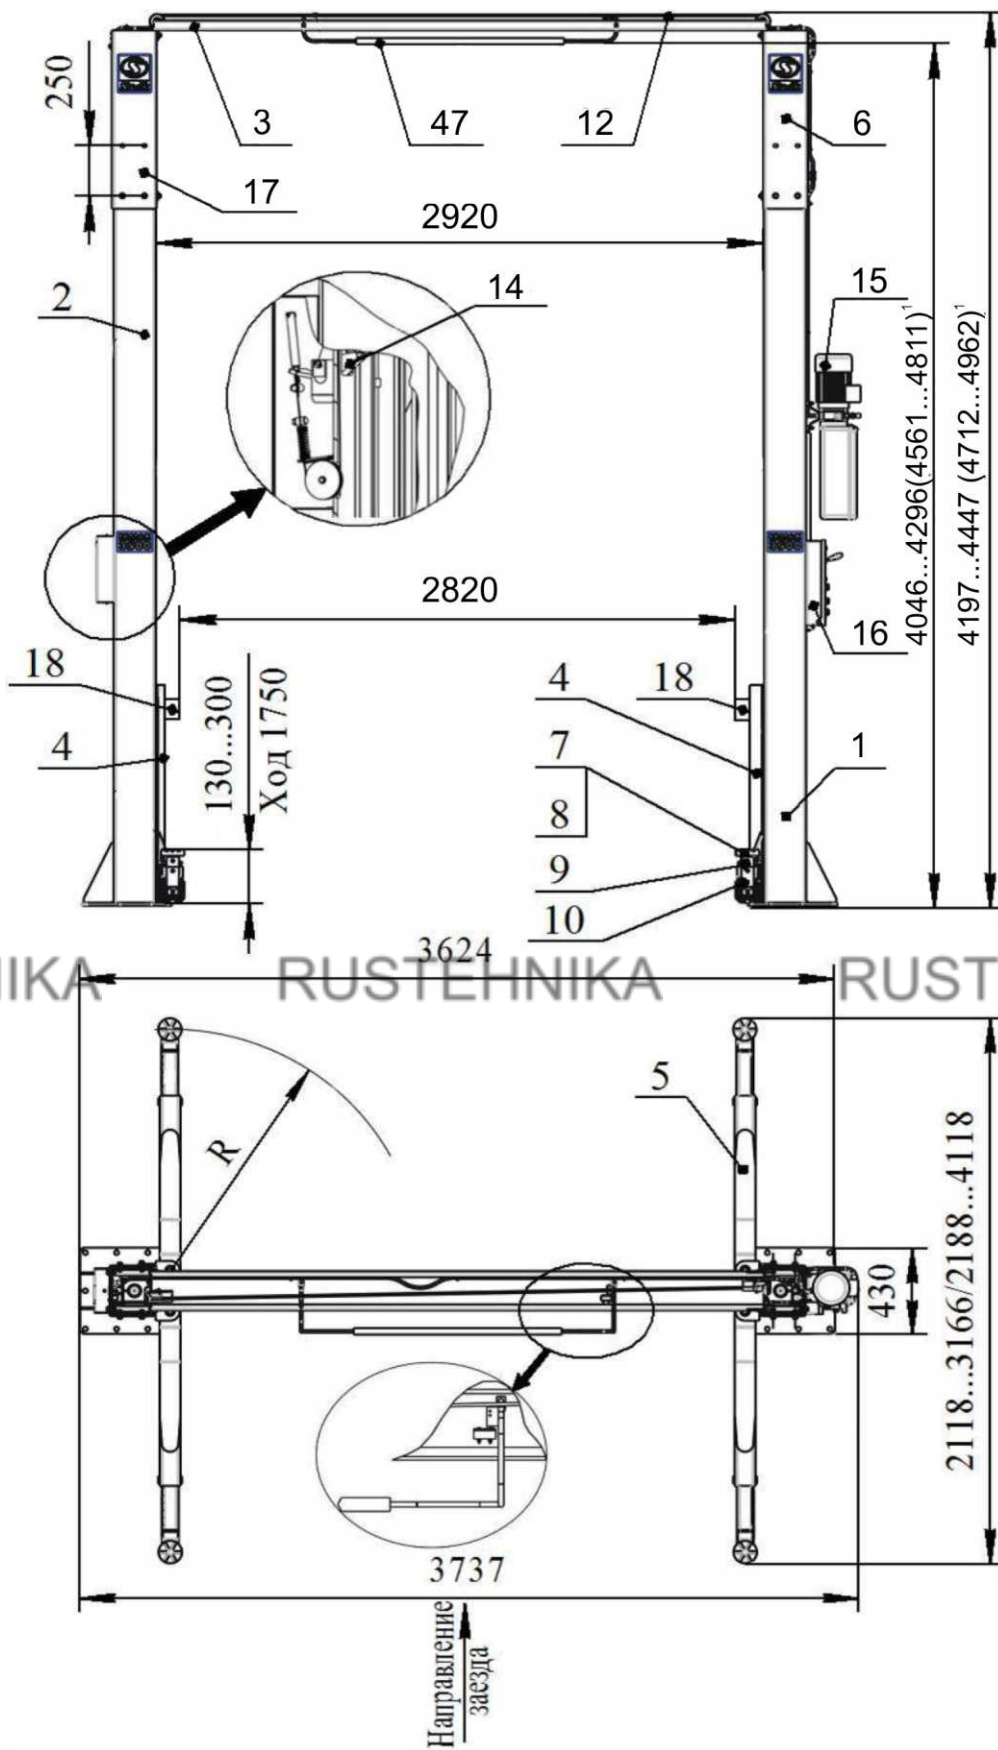
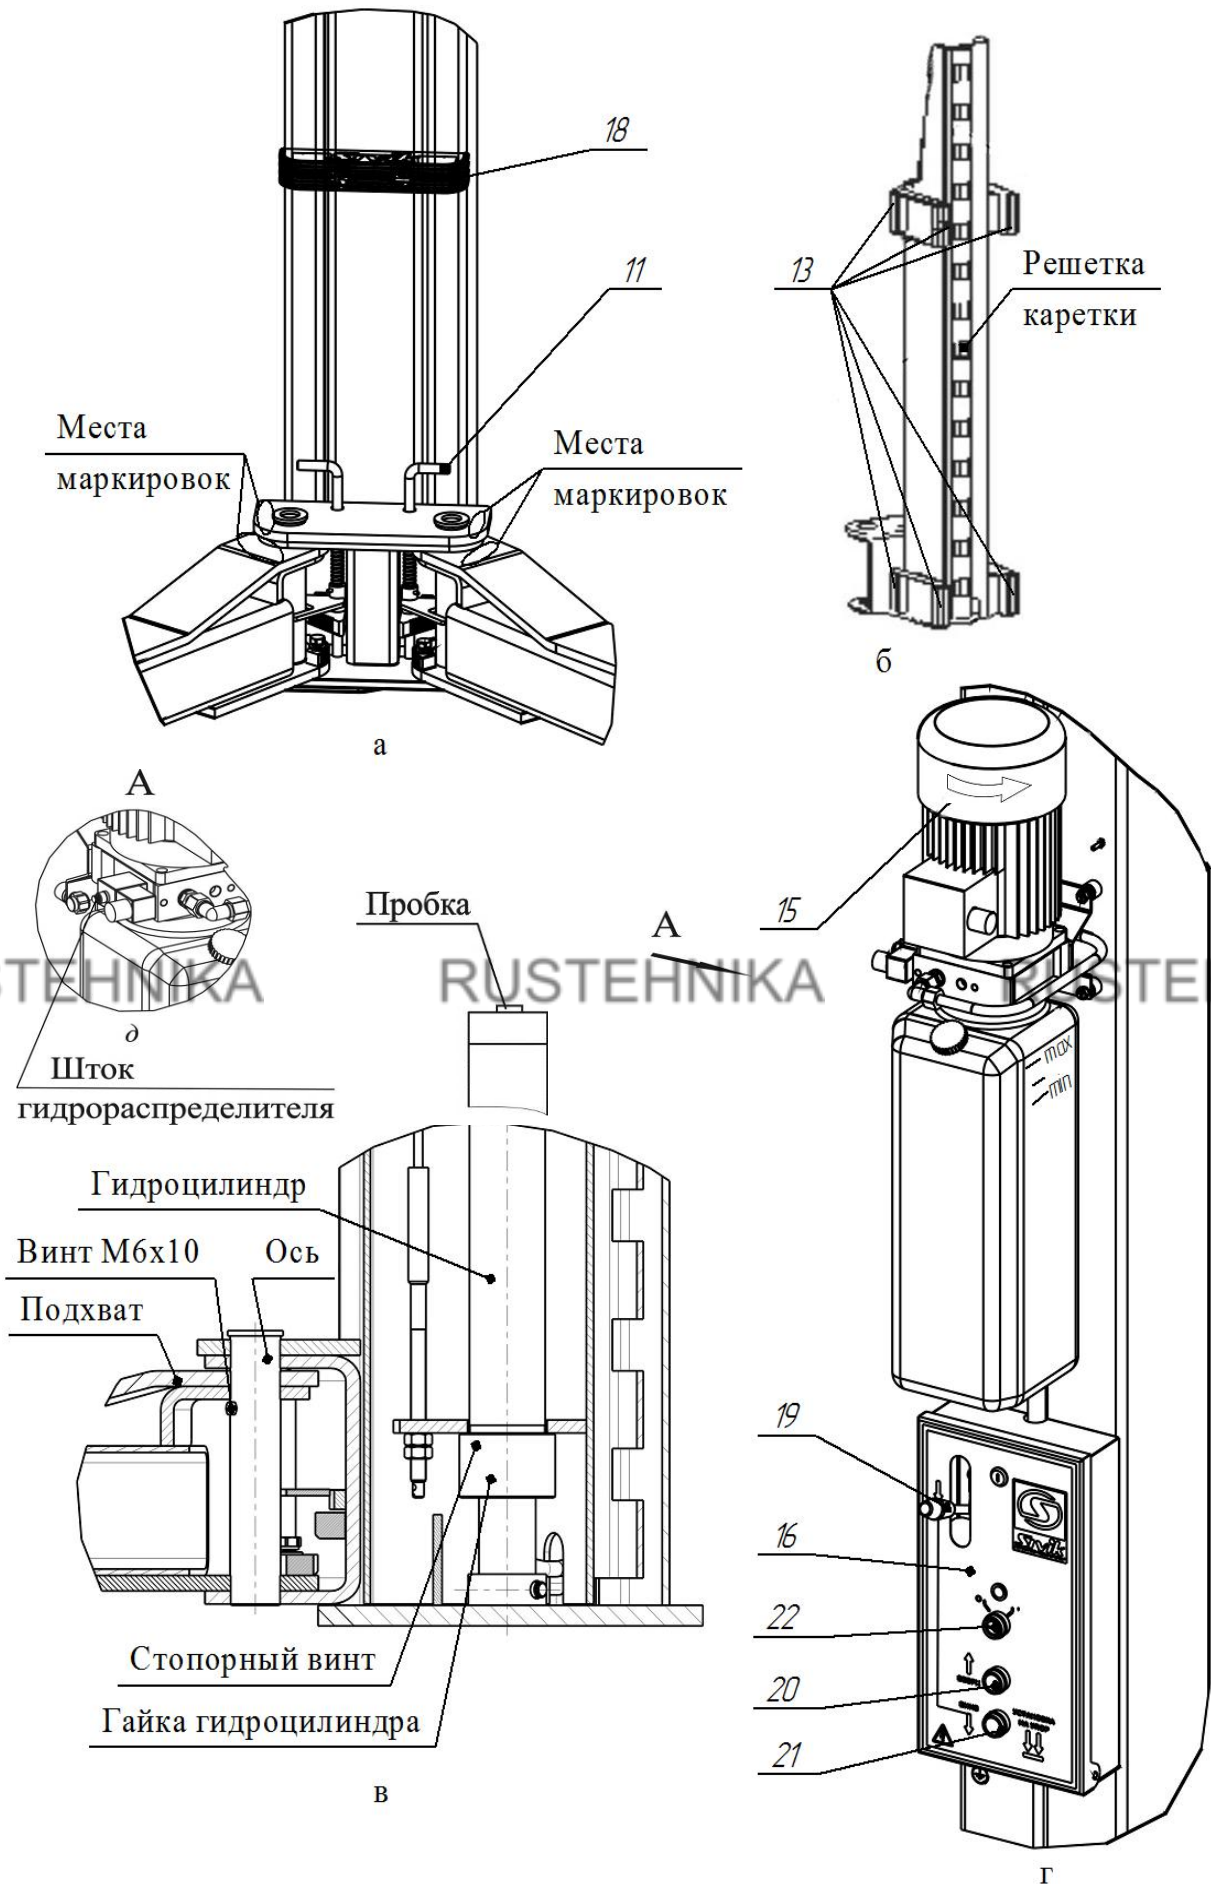

Рисунок 3.1 - Общий вид подъемника (1 – исп. Высокий)
Рисунок 4.1 – Виды подъемника
Подъемник (рисунок 3.1) состоит из двух стоек коробчатого сечения – правой 1 и левой 2, двух надставок 6 и 17 соединенных между собой сверху перекладиной 3. Подъемник имеет возможность регулировки по высоте от 4197(4712)¹мм до 4447(4962)¹мм. Это достигается креплением надставок 6 и 17 на первый или второй ряд крепежных отверстий. В стойках размещены каретки 4 с закрепленными на них поворотными телескопическими подхватами 5 равной длины. На концах подхватов 5 установлены опоры 7, втулки резьбовые 8, втулки 9, 10. Подхваты фиксируются стопорными устройствами 11 (рисунок 4.1а), автоматически срабатывающими при подъеме автомобиля. При опускании кареток 4 в крайнее нижнее положение происходит автоматическое расстопорение подхватов 5. Каретки 4 приводятся в движение гидравлическими цилиндрами, установленными внутри стоек. Подъемник снабжен системой 12 тросовой синхронизации движения кареток 4.
Каждая каретка 4 (рисунок 4.1б) снабжена полиамидными ползунами 13, скользящими по беговым дорожкам стоек 1 и 2. Каретки фиксируются на требуемой высоте стопорами-защелками 14 (рисунок 3.1), закрепленными на стойках 1,2 и входящими в зацепление с решетками на каретках 4.
На правой стойке (рисунок 4.1г) размещена насосная станция 15 с пультом управления 16. Внутри насосной станции 15 находится клапан предохранительный, предотвращающий перегрузку в гидросистеме. Клапан предохранительный настроен на заданное давление и опломбирован.
- касании автомобилем ограничительной дуги 47 перекладины 3 (рисунок 3.1);
Для предотвращения повреждения дверей автомобиля (при открывании) на каретки 4 установлены накладки 18, фиксируемые винтами М8х30, шайбами 8Г и шайбами 8 (рисунок 3.1 и рисунок 4.1а).
Управление подъемником осуществляется рычагом 19 (рисунок 4.1г) и двумя кнопками 20 и 21, установленными в пульте управления 16. Рычагом 19 осуществляется расстопорение кареток 4, а кнопками 20 и 21, подъем (кнопка 20) и опускание (кнопка 21) кареток 4.
Перед сборкой проверить затяжку гаек гидроцилиндров и стопорных винтов (рисунок 4.1в).
Для того чтобы проверить срабатывание упругой тяги 31, необходимо одному человеку прижать рукой защелку 14 к стойке 2, а другому повернуть рычаг 19 (рисунок 4.1г) вниз. Упругая тяга 31 должна вытянуться на полный ход штока 30.
При повороте рычага 19 вниз (рисунок 4.1г), защелка на левой стойке должна отвестись, так же как отвелась защелка на правой стойке. При повороте рычага 19 вверх (рычаг 19 должен удерживаться в верхнем положении пружиной), защелки на левой и правой стойке должны вернуться в исходное положение. Регулировка проводится выборкой слабины тросика 23 и обжатием петли зажимом 29.
6.9 Открутить пробку бака насосной станции 15 и залить масло (около 12 л) до верхней метки «МАХ» (рисунок 4.1г). Уровень масла контролировать визуально. Установить пробку бака на место.
- кратковременным нажатием на кнопку 20 (двигатель должен работать, вращение крыльчатки по стрелке на кожухе эл. двигателя, а из бака должно убывать масло, рисунок 4.1г).
- отвернуть пробки у каждого гидроцилиндра на один оборот (рисунок 4.1в)